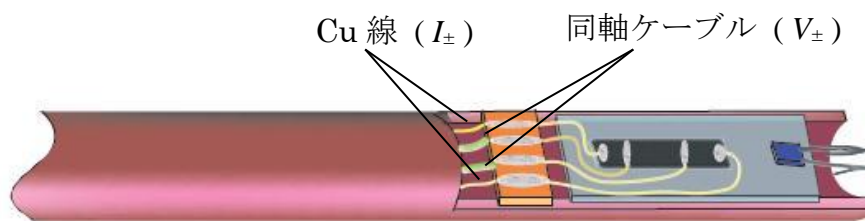

図 2 : プローブ装着図
11. Au 線を図 2 のようにプローブの電極基板に Ag ペーストで接着する。また、セルノックス温度計の端子をプローブの温度計用 Cu 線にハンダで付ける。